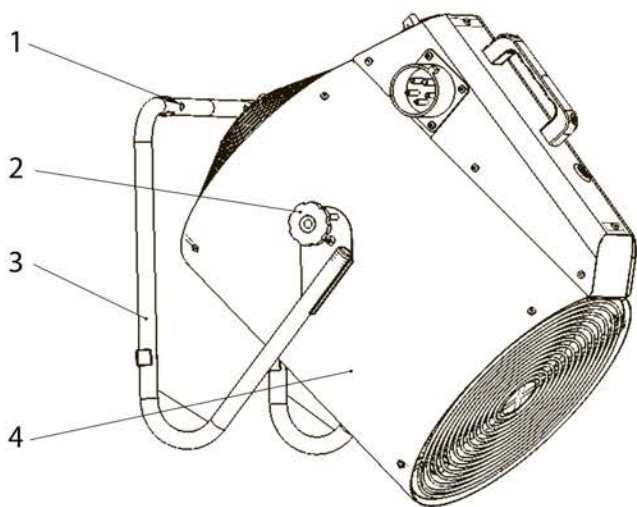

Рис. 3. Подготовка к работе
Для монтажа прибора на стену (Рис. 3) использовать посадочные отверстия (1) опоры (3). Регулировка угла наклона корпуса (4) относительно стен осуществляется путем поворота корпуса (4) относительно опоры (3). Желаемое положение прибора фиксируется затяжкой барашкового винта (2).